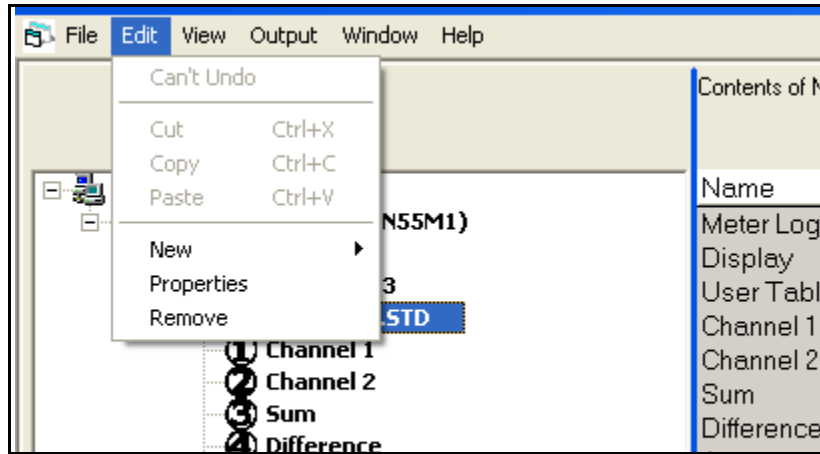

Рис. 49: Опция *Properties*
2. Нажмите правой кнопкой мыши выделенное устройство XGF868i и выберите параметр *Properties* (Свойства), как показано на *Рис. 49* внизу.